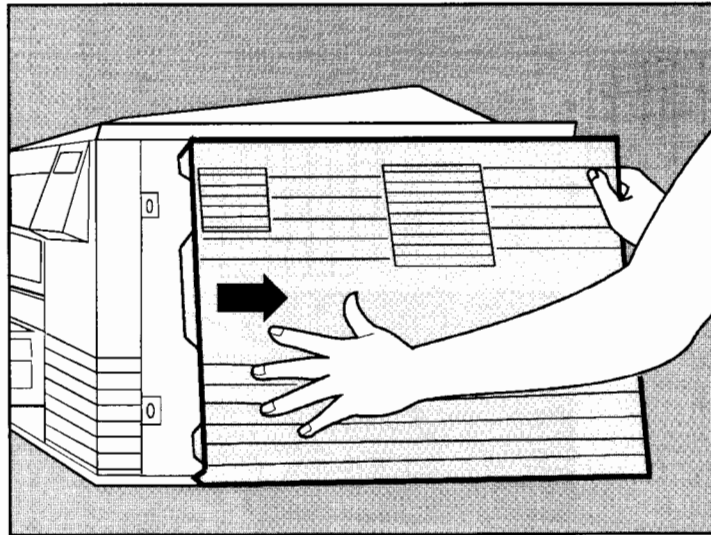

Figura 1-3. Cómo Retirar el Panel Lateral
6. Retire el panel de plástico lateral deslizando hacia la derecha (consulte la Figura 1-3).